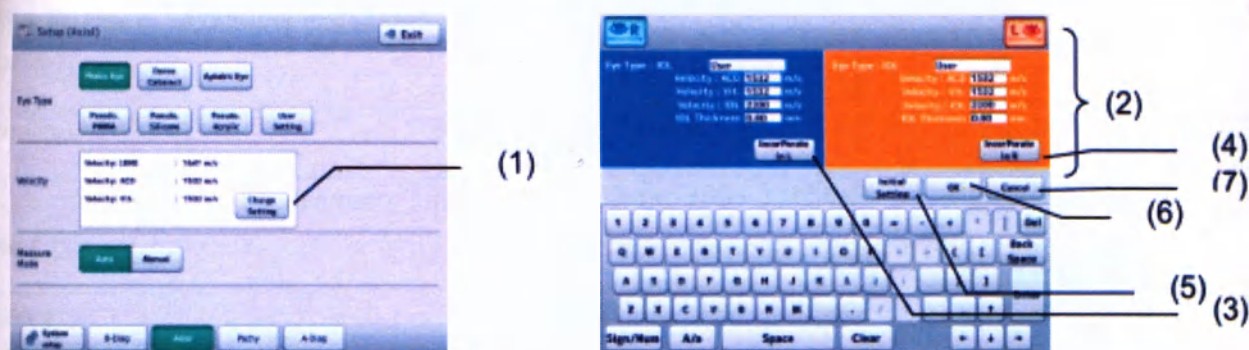

Рисунок 1
Нажмите кнопку «Изменить настройки» (1), чтобы открыть экран изменения настроек (Рисунок 1).